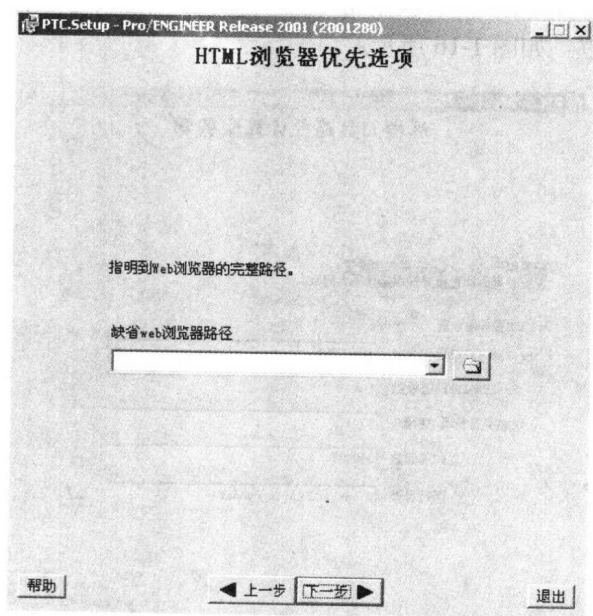

图 1-18 【HTML 浏览器优先选项】对话框
- (21) 单击 **下一步 >** 按钮, 进入【HTML 浏览器优先选项】对话框, 如图 1-18 所示。在这里可以指定计算机中的浏览器软件的位置。